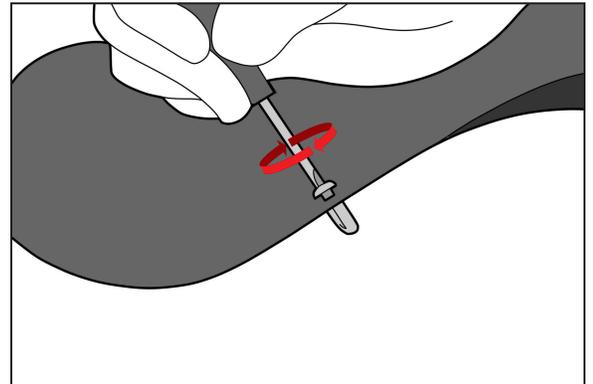

Abb. 8
4. Ziehen Sie die Schraube mit einem $\frac{1}{8}$ -Zoll-Schlitzschraubendreher fest (Abb. 8).